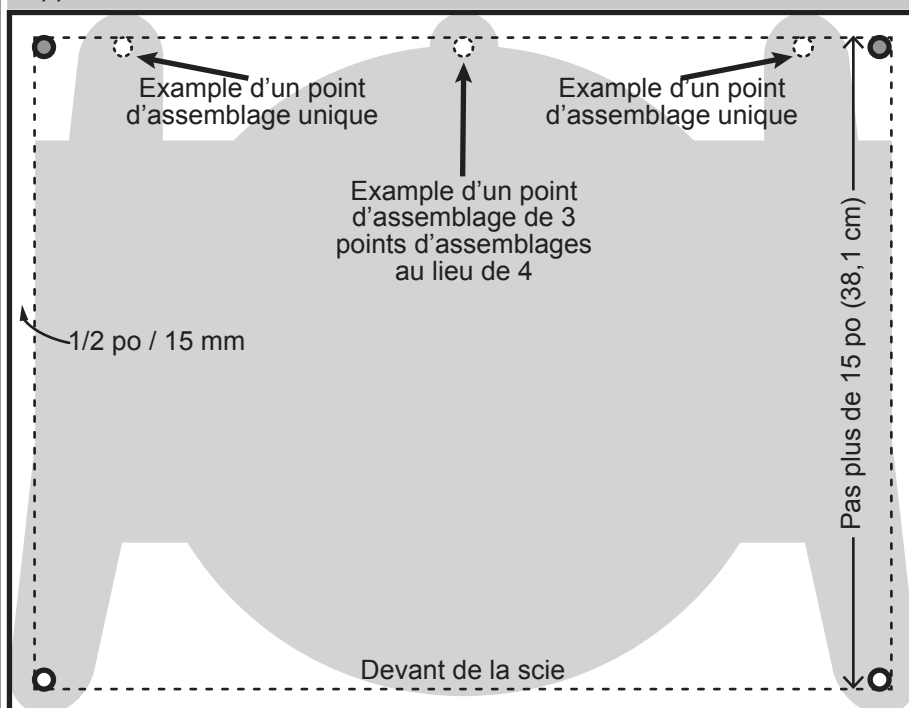

fig 9
1. Marquer et couper un morceau de contreplaqué correspondant à la configuration de l'ouverture d'assemblage de votre scie à onglets, tel qu'illustré ci-dessous (fig.9).
3. À partir de vos 2 points d'assemblage, (blanc avec un contour noir solide en fig 9) mesurer un angle de 90 degrés, en reculant vers un point équivalent à votre point d'assemblage arrière.
4. Marquer les 2 ouvertures de coin arrière (gris avec un contour noir solide en fig 9) ainsi que les autres ouvertures de votre scie (blanc avec un contour pointillé en fig 9) en n'oubliant pas de laisser 1/2 po (15 mm) sur chaque rebord.
- Dans le cas représenté sur la figure 9, les boulons iraient à travers les supports de fixation de la scie, puis la plaque de l'adaptateur, puis les trous de montage à l'avant de la scie.